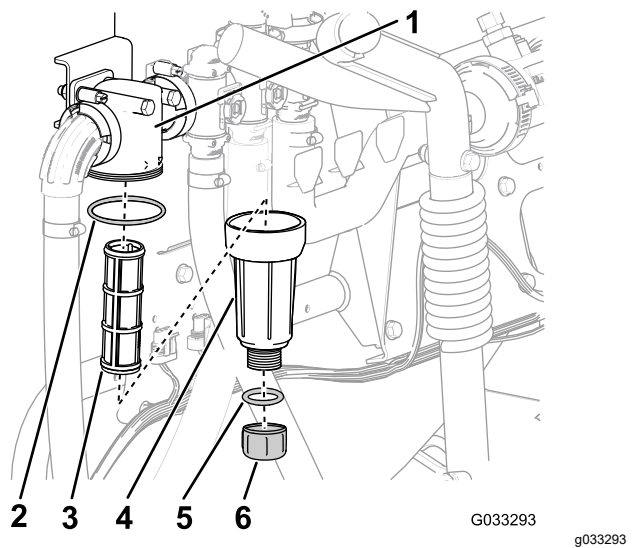

Bild 60
2. Stellen Sie eine Auffangwanne unter den Druckfilter (Bild 60).
3. Drehen Sie die Ablassschraube nach links und nehmen sie von der Glocke des Druckfilters ab (Bild 60).
4. Drehen Sie die Glocke nach links und nehmen sie vom Filterkopf ab (Bild 60).
5. Entfernen Sie den alten Druckfiltereinsatz (Bild 60).
6. Überprüfen Sie den O-Ring für die Ablassschraube (in der Glocke) und den O-Ring für die Glocke (im Filterkopf) auf Beschädigungen und Abnutzung (Bild 60).
7. Setzen Sie den neuen Druckfiltereinsatz in den Filterkopf ein (Bild 60).
8. Befestigen Sie die Glocke am Filterkopf und ziehen sie mit der Hand an (Bild 60).
9. Setzen Sie die Schraube in die Schale ein und ziehen Sie sie mit der Hand fest (Bild 60).